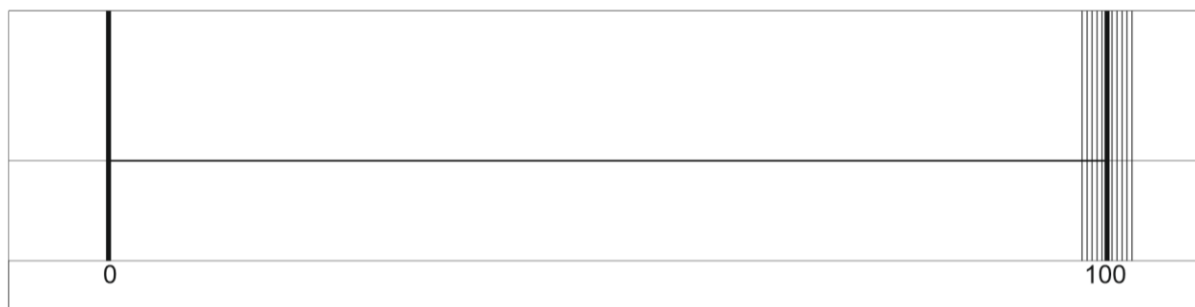

Рис. 1 Макет поля
4. Оценка проезда вперед производится на поле с метровой разметкой, робот ставится ведущими колесами на отметку 0, после проезжает 1 метр (Рис.1).